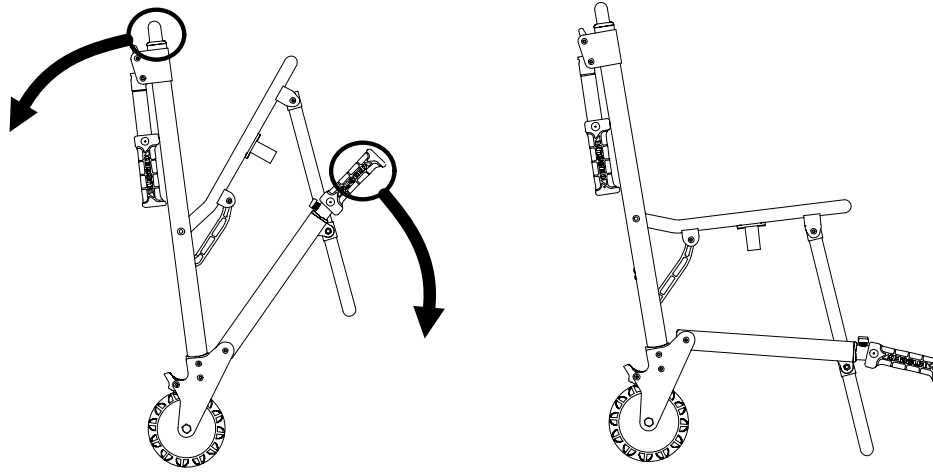

Abbildung 3 – Ausklappen des Stuhls
3. Die Rückenlehne und den Verlängerungsgriff auseinander ziehen (Abbildung 3).